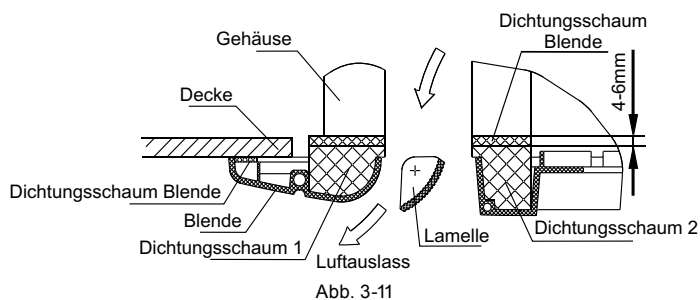

Abb. 3-11
- Die Schrauben der Blende sind soweit anzuschrauben, bis der Dichtungsschaum auf ca. 4-6 mm zusammengedrückt wird. Die Kante der Blende muss an der Decke gut anliegen. (s. Abb. 3-11)